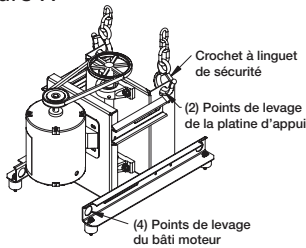

Figure 7 — Oreilles de levage
2. Utiliser les oreilles de levage sur le bâti du moteur pour soulever et poser l'appareil sur la costière. Voir la Figure 7.